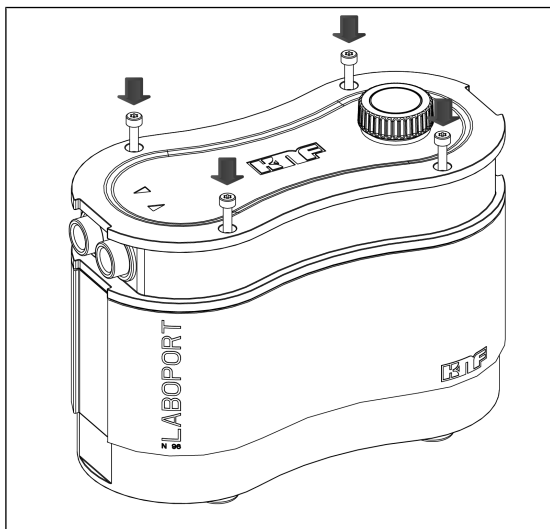

Fig. 14: Enroscar los tornillos de la carcasa
3. Apretar los cuatro tornillos de la carcasa (1) de forma cruzada (par de apriete: 190-200 Ncm) (ver Fig. 14).